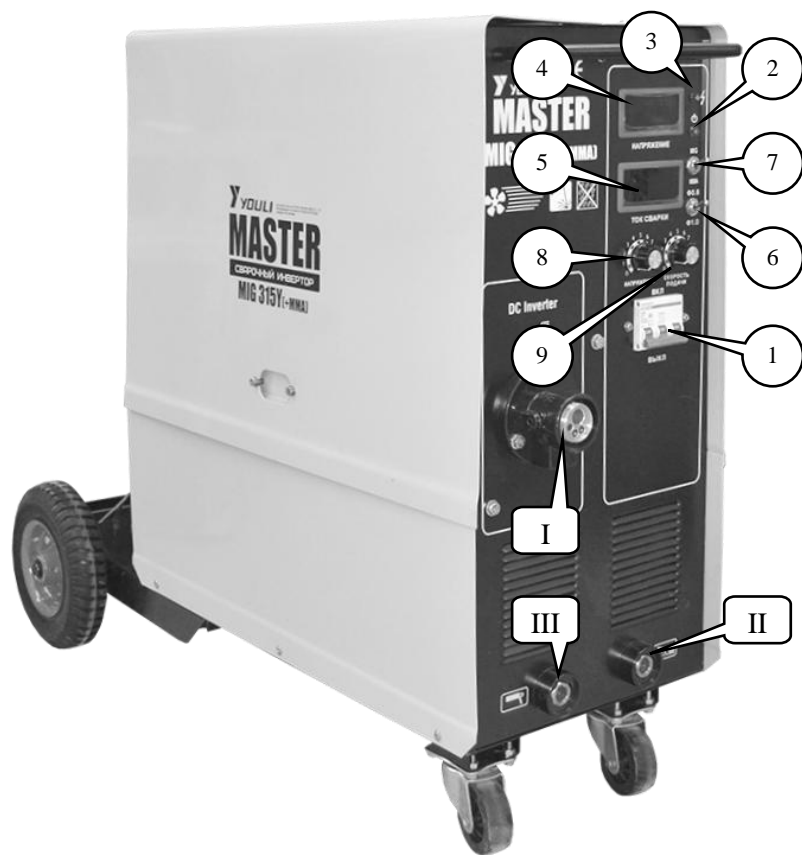

Рис. 1. Расположение органов управления и индикации.
- Подключить сварочную горелку к евроадаптеру I (Рис. 1) сварочного аппарата.
- Подключить силовой разъем держателя электродов к разъему II (Рис. 1) сварочного аппарата.
- Подключить силовой разъем держателя электродов к разъему III (Рис. 1) сварочного аппарата.